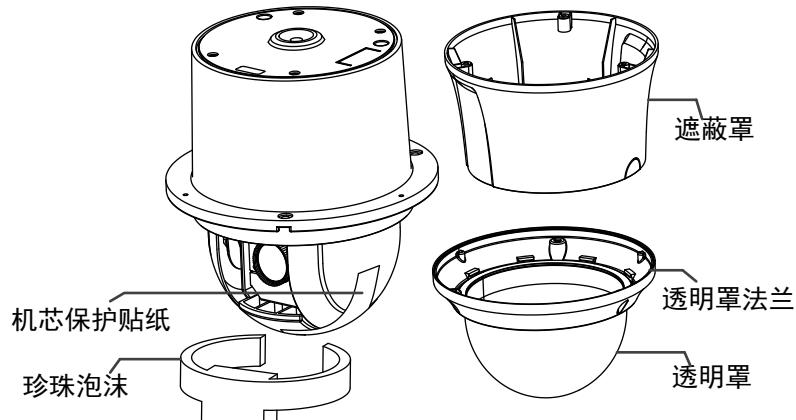

图2-40 智能球的拆封
1. 逆时针旋转智能球透明罩，取下透明罩及下壳体，如图 2-40 所示。